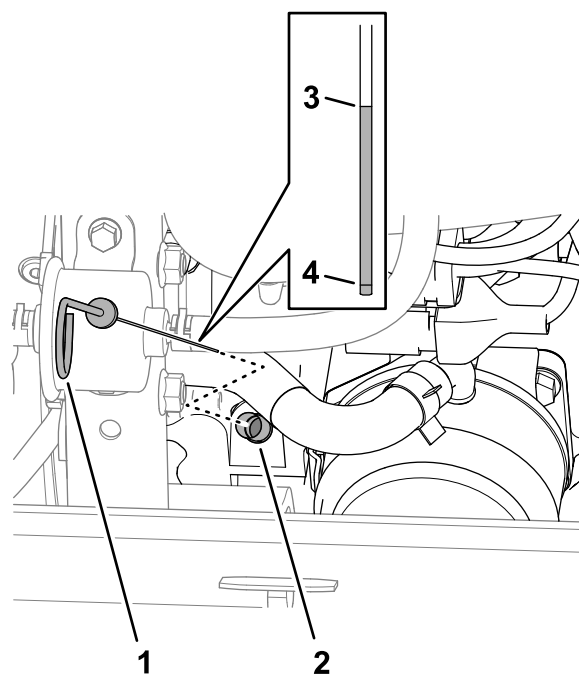

Figura 123
3. Retire la varilla del tubo de la varilla (Figura 123) y limpie la varilla con un trapo limpio.